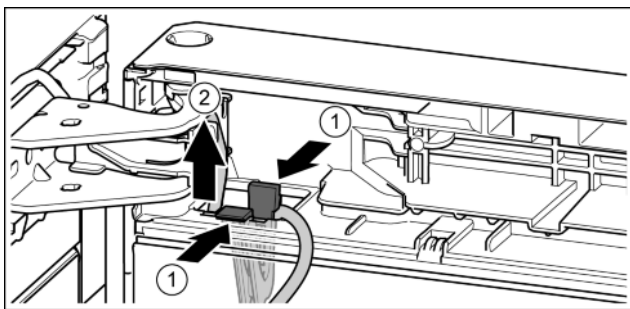

Fig. 21
- ▶ Nacisnąć nakładkę. *Fig. 21 (1)*
- ▶ Uchwyt kabla wyjąć wraz z zamocowanym kablem. *Fig. 21 (2)*